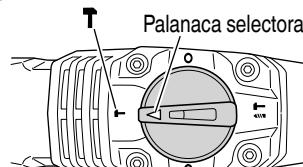

Fig. 16
- (b) Alinee las marcas ▲ de la palanca selectora y T de la tapa de la manivela como se ilustra en la Fig. 16.